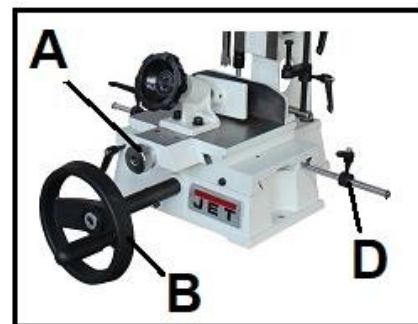

Рис. 16
2. Вращайте маховик перемещения стола влево/вправо (В, Рис. 16), чтобы сдвинуть стол в горизонтальной плоскости.
3. Чтобы отрегулировать расстояние, на которое стол будет перемещаться влево и вправо, воспользуйтесь фиксаторами стола (D, Рис. 16).